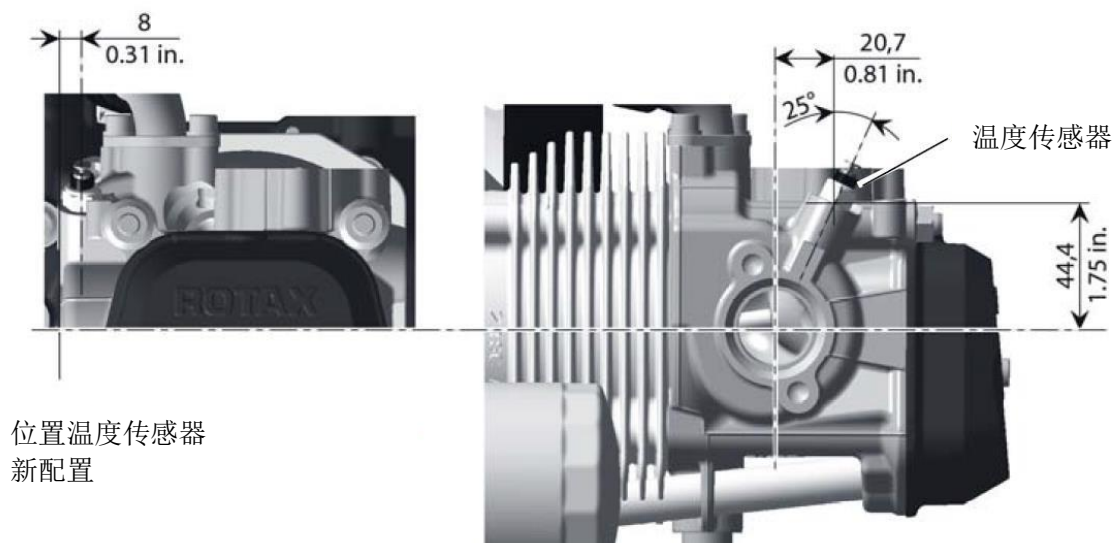

图1 - 新一代汽缸头 (冷却液温度测量)
对于配备了新型汽缸头的发动机来说 (见图1和2), 将汽缸头温度表 (CHT) 改成冷却液温度 (CT) 的仪表刻度。将来可购买到替换仪表。
- 2 如果发现是新型汽缸头设计，则检查汽缸头的配置状态（见图1和2）。